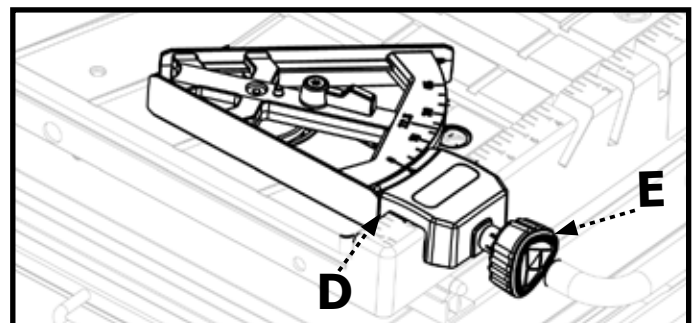

Figura 15
1. Sujete el calibrador de ingletes (3) colocándolo sobre el borde frontal de la mesa y ajústelo en su lugar usando la perilla de bloqueo de ingletes (E) como se muestra en la Figura 15.